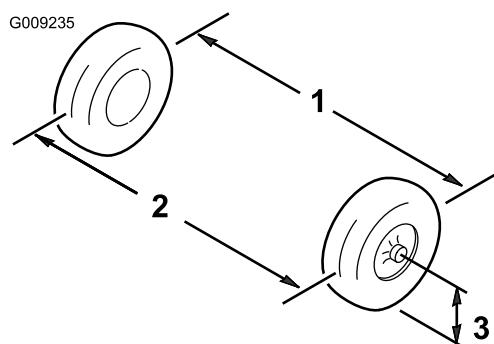

Figura 44
- Misurate la distanza tra gli pneumatici anteriori all'altezza dell'assale, davanti e dietro le ruote (Figura 44).